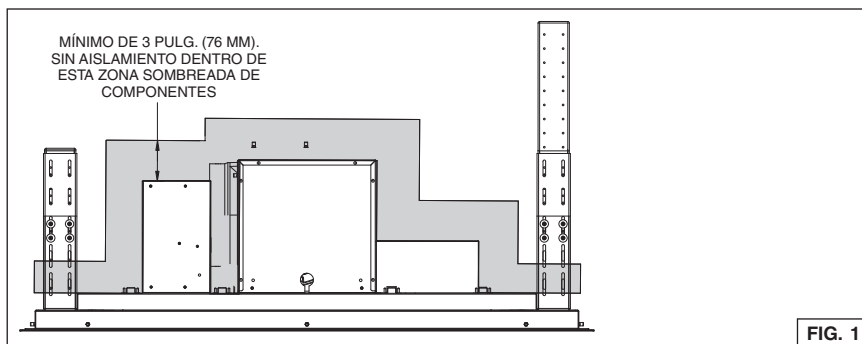

FIG. 1
10. Instalación del tipo que no es IC: El aislamiento térmico no debe cubrir la cubierta superior de la campana y debe estar separado 3 pulgadas (76 mm) de todos los lados. (Fig. 1)
Controles (Fig. 1)